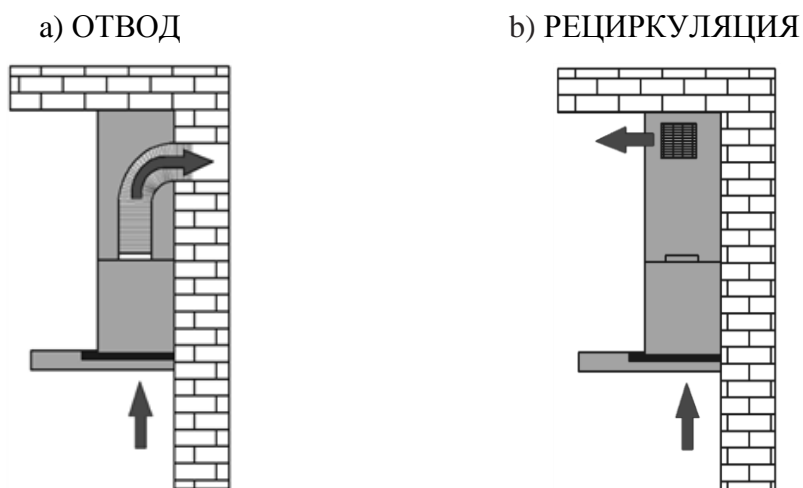

Рис. 6
1) Отвода (рис. 6а) – воздух удаляется из помещения через соединение вытяжки с вентиляционным каналом жестким пластиковым воздуховодом или гофрированным шлангом диаметром 120 мм. И, таким образом, все кухонные испарения, запахи, гарь и копоть, проходя через многоразовые алюминиевые жирособиравшие фильтры, выводятся за пределы помещения. При данном режиме работы нет необходимости устанавливать угольные фильтры. Режим отвода является наиболее эффективным, поскольку вытяжка удаляет все кухонные испарения за пределы кухни в вентиляционную шахту.
2) Рециркуляции (рис. 6б) – внутренняя циркуляция воздуха через угольные фильтры (рис. 5). Вытяжка в данном случае не подключается к вентиляционной шахте и, таким образом, воздух просто прогоняется через вытяжку внутри кухни.